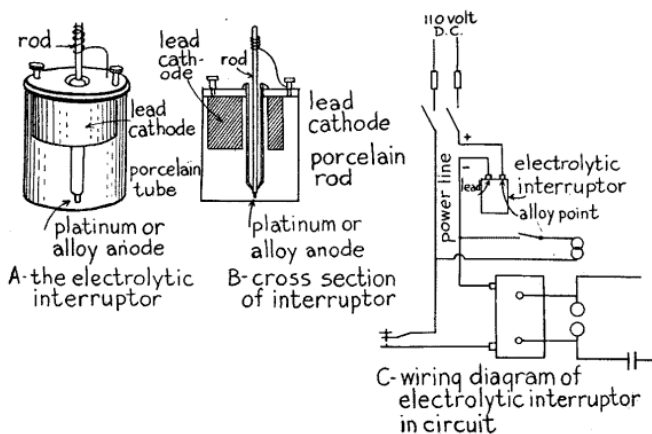

Fig. 23 – Alimentación de 110 CC con un transformador de corriente alterna
Para corriente continua.— Si disponemos de 110 voltios de corriente continua hemos de utilizar un interruptor electrolítico. Este interruptor, que podemos ver en los dibujos *A* y *B* de la Fig. 23, consiste de (1) un recipiente relleno con una solución de 1 parte de ácido sulfúrico y 9 partes de agua, (2) un electrodo de plomo que tiene una gran superficie unida a la tapa y un manguito de porcelana que se apoya en el fondo del recipiente.